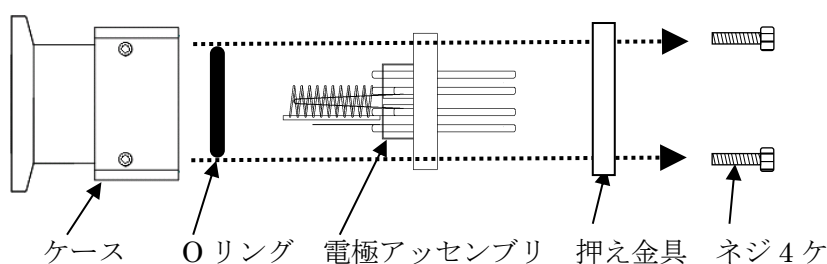

図 11 電極アセンブリ取外し (図はNW25タイプ)
(6) コントローラと測定子を合体してネジで固定する。(「図 11 測定子取外し」参照)